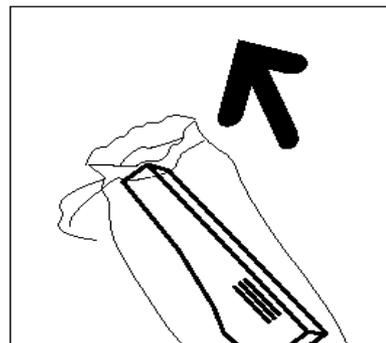

Figure 38 : Déballage de la nouvelle réserve
- 8 Déballiez la nouvelle réserve (figure 38).